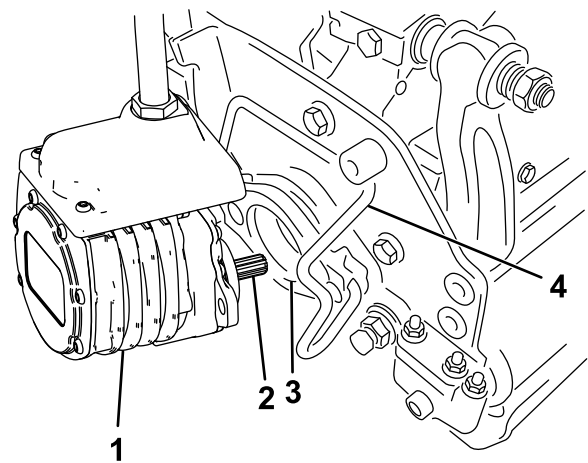

Bild 55
6. Schmieren Sie die Keilwelle des Schneideinheitmotors mit sauberem Fett ein (Bild 55).
7. Setzen Sie den Motor in die linke Seite der Schneideinheit (aus Sicht der Bedienerstellung) und ziehen die Motorbefestigungsstange an der Schneideinheit zum Motor, bis Sie einen deutlichen Klick von beiden Seiten des Motors hören (Bild 55).